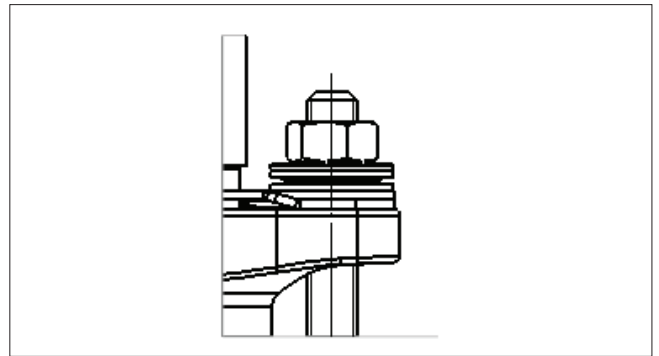

Fig. 13 Précontrainte standard
- **Pour l'option de précontrainte standard (Figure 13), reportez-vous au Tableau 5 pour obtenir les couples de serrage. Installez les ressorts à disque un par un, dans des sens opposés, en veillant à ce que la partie la plus large du premier ressort à disque installé soit orientée vers le bas.**